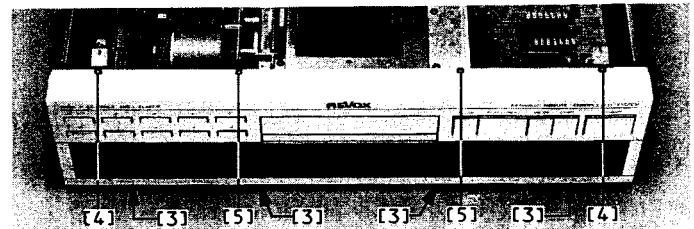
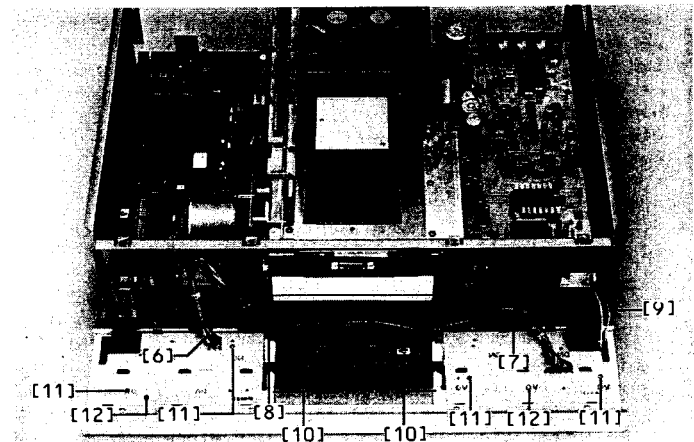
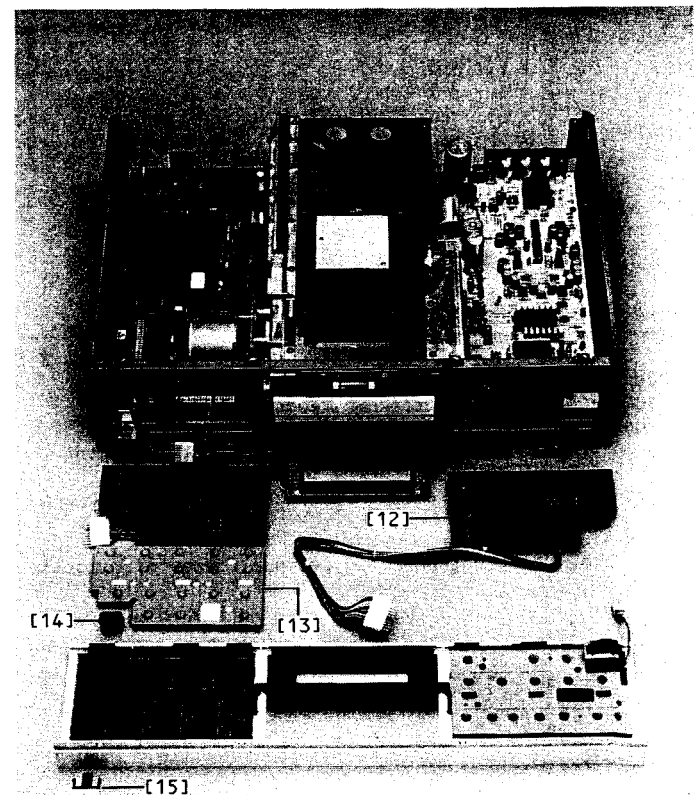

Fig. 2.3
Fig. 2.4
Fig. 2.5
-> Fig. 2.3 / Fig. 2.4
-> Fig. 2.4
-> Fig. 2.4 / Fig. 2.5